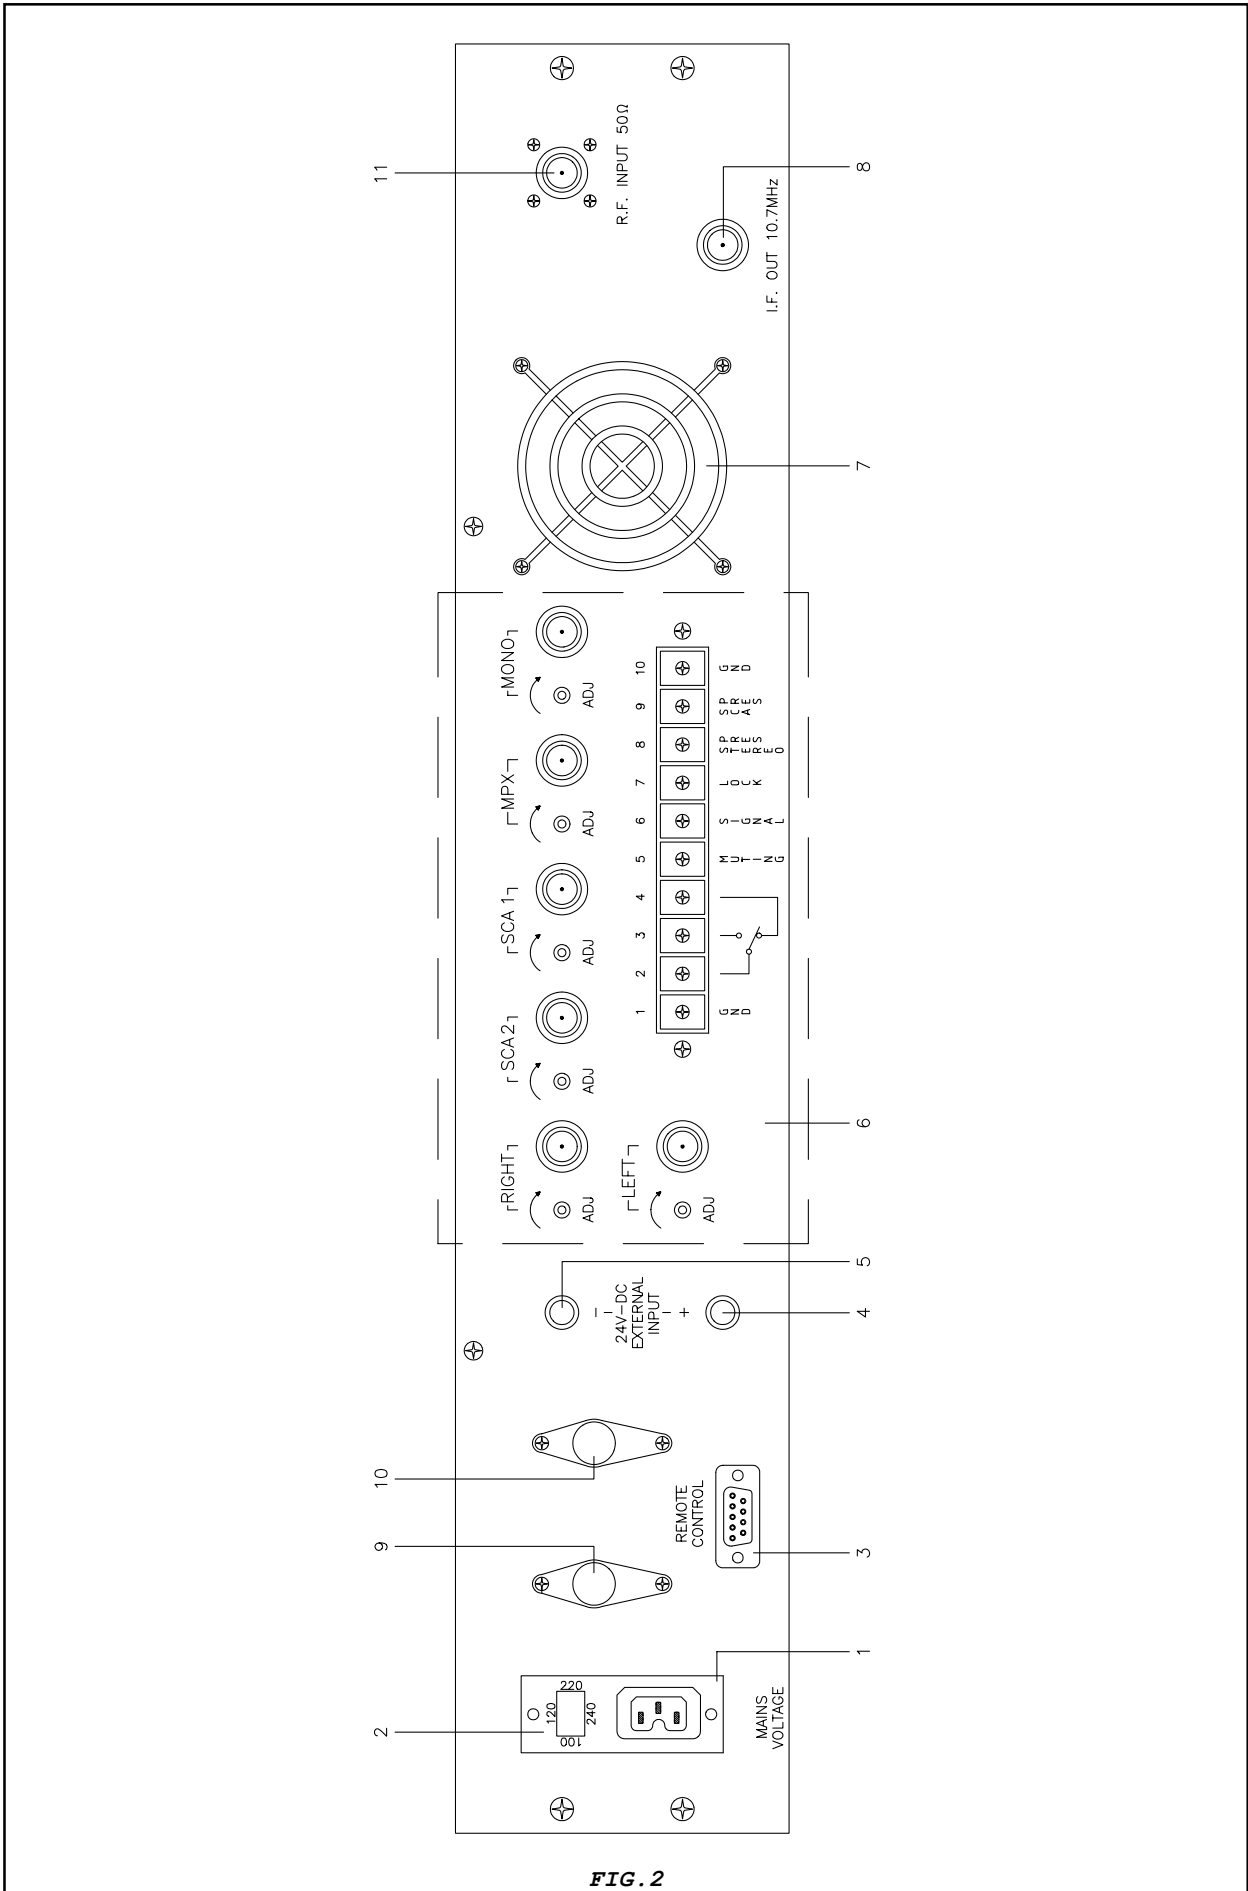

FIG. 2
DESCRIZIONE DEL PANNELLO POSTERIORE (Fig.2)
- 1) Questo ricevitore ha la possibilità di funzionare con 4 differenti tensioni di alimentazione: 100, 120, 220 o 240Vac, a 50-60Hz. La prima operazione da effettuare è pertanto quella di selezionare la giusta tensione di alimentazione tramite il selettore posto sul pannello posteriore: eventualmente con un cacciavite sollevare il cappuccio (2 Fig.2) su cui sono stampati i valori di tensione e ruotarlo fino a che il valore che interessa corrisponda con la freccetta e quindi reinserirlo. Verificare inoltre la presenza e l'integrità del fusibile contenuto nel cappuccio stesso. I valori in Ampère di tale fusibile sono di seguito riassunti:
- 2) Accertarsi che l'antenna sia collegata correttamente all'ingresso RF (11 Fig.2) posto sul pannello posteriore del ricevitore.
- 4) Connettere il cavo di rete nell'apposita vaschetta VDE (1 Fig.2).